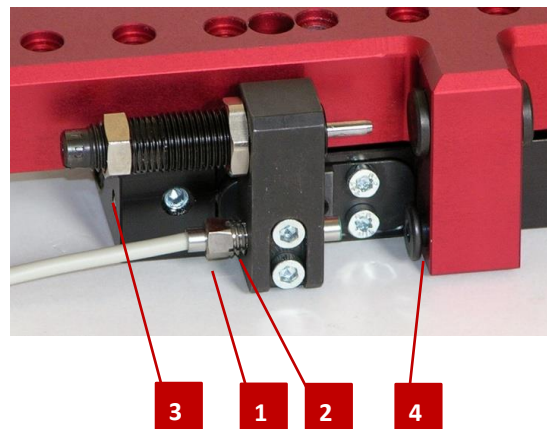

Abb. 10 Montage Induktiv-Initiator
1. Initiator (Abb.10, 1) mit der Klemmhülse (Abb.10, 2) im Aufnahme A und B (Abb.10) einschrauben.
2. Initiator (Abb. 10, 1) zusammen mit Stossdämpfer (Abb. 10, 3) einstellen und festziehen.
4. Initiator auf korrekte Funktion prüfen über die Initiator-Kontaktschraube (Abb. 10, 4).